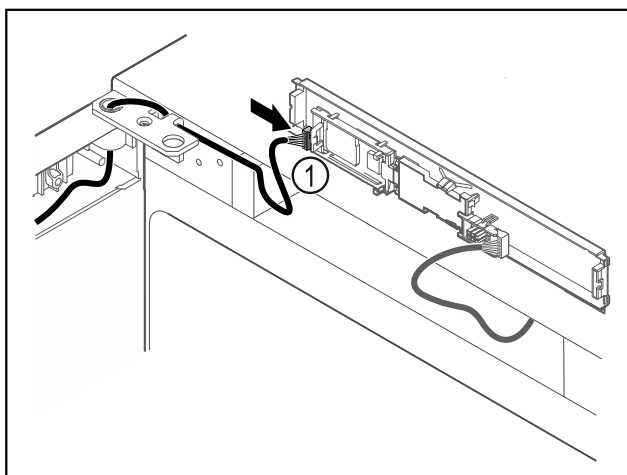

Fig. 64
- ▶ Sæt stikket Fig. 64 (1) i på printkortet.